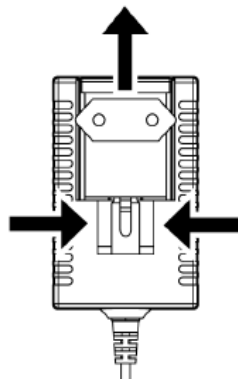

Abb. 6 PS4: Netzadapter auswechseln
3. Einen anderen AC-Netzadapter wie zuvor beschrieben in den Steckplatz einführen (siehe Abb. 6).